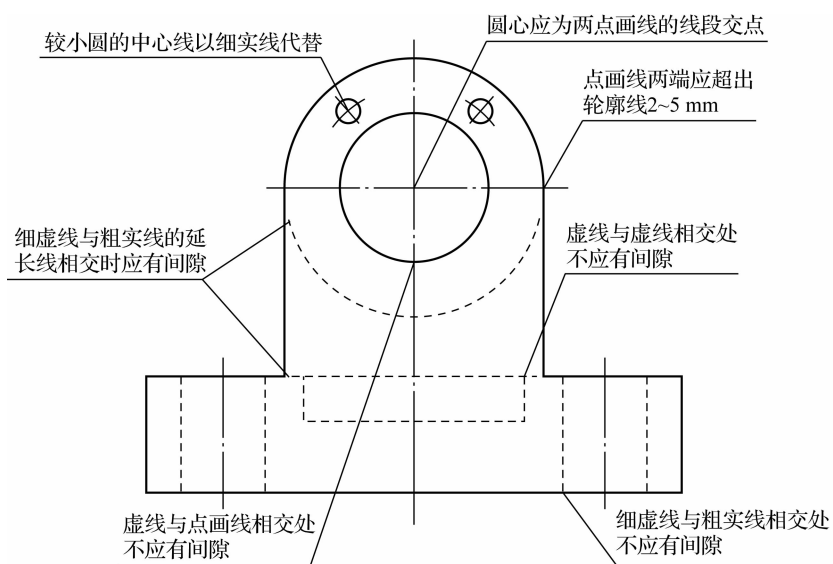

图 1-1-4 图线相交的画法
(5)点画线、虚线与粗实线相交以及点画线、虚线彼此相交时,均应交于点画线或虚线的线段处,见图1-1-4。